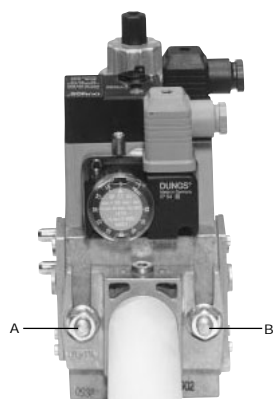

Рис. 4
- 4 согласно ссылки, данной на Рис. 4, закрепить фланец к шпилькам котла с помощью гаек **D**, не затягивая их полностью;
3. Затянуть винты A, B, C и D (Рис. 4 - Рис. 5), (Рис. 7), соблюдая дистанции монтажа (Рис. 7);